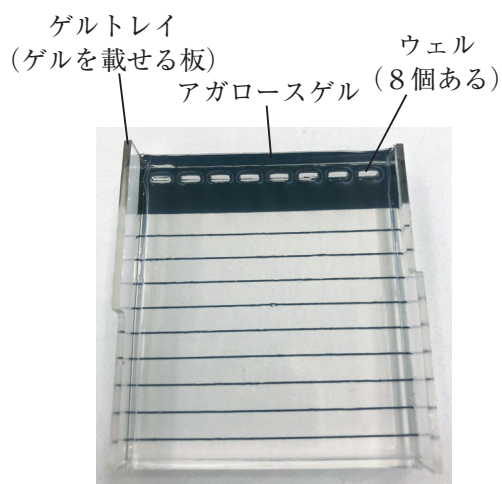
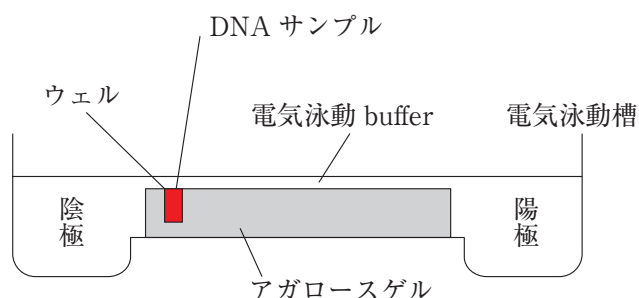

図3 上から見たアガロースゲル
図4 DNA サンプルのアプライ
- (1) 電気泳動装置の電気泳動槽にアガロースゲルの入ったゲルトレイ（図3）を静置し、導電性を持ち、かつ DNA の分解が起こりにくい電気泳動 buffer^{注2)}をアガロースゲル全体が浸るように、注ぐ。
- (2) DNA を含む溶液に、蛍光色素が入ったローディング buffer^{注3)}を加えて DNA サンプルを調製する。
- (3) アガロースゲルにつくられているウェルと呼ばれるくし状の穴に、(2)で調製した DNA サンプルをマイクロピペッターを使ってアプライする（図4）。